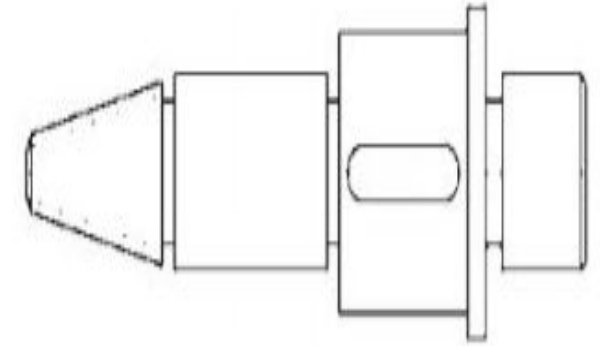

Рис. 1 - Вал, що являє собою сукупність різних поверхонь
- Кожна деталь може бути представлена як сукупність геометричних, ідеально точних об'ємів, що мають циліндричні, конічні, плоскі, сферичні та інші поверхні. Так, наприклад, вал (рис. 1) утворено поєднанням різних поверхонь.